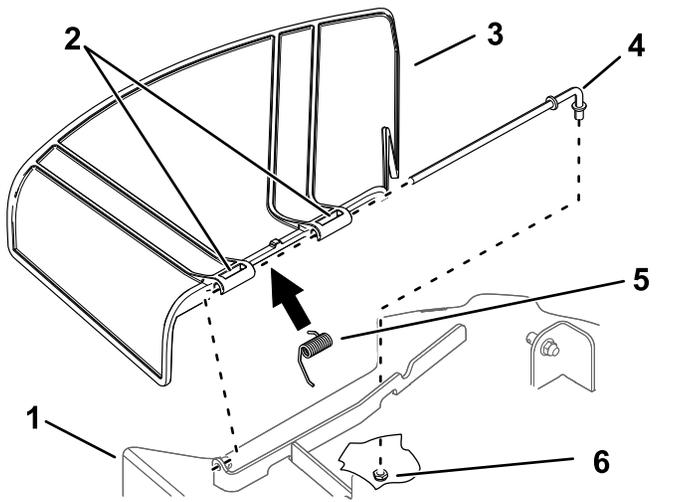

図 78
1. デッキの下側にあるロッド固定ナット $\frac{3}{8}$ "を取り外す 図 78。
- デッキブラケットからロッドを抜き取ると、スプリングとデフレクタが外れてくる 図 78。
- 新しいグラスデフレクタを取り付ける 図 78。
- 2つ目のピボットに、ロッドを通す 図 78。
- ロッド後部をデッキに差し込み、ナット $\frac{3}{8}$ "で 図 78 のように固定する。